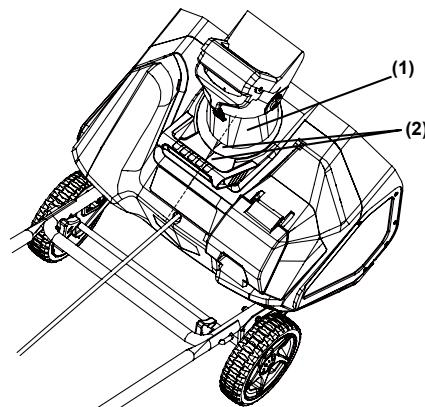

Fig. 4.1
- Coloque el canal de descarga (1) mirando hacia delante.
NOTA: Alinee la flecha (2) del canal de descarga con la flecha de la carcasa.(Fig.4.1)